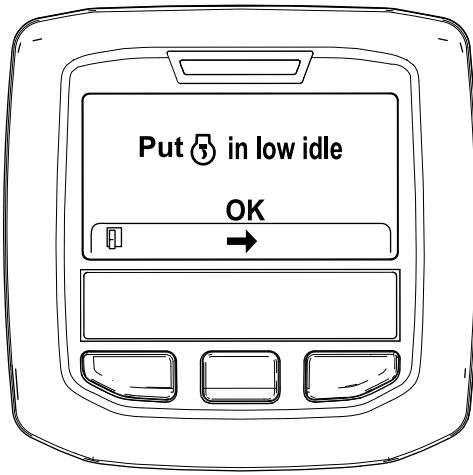

Figura 46
- Mueva el control del acelerador en RALENTÍ BAJO y pulse el botón central (Figura 46).